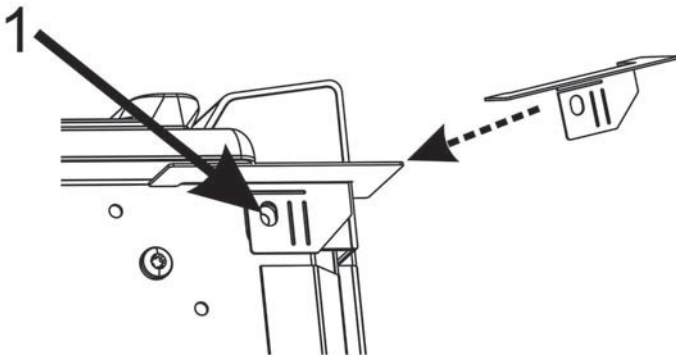

Figure 3 : Mise en place du cache-coin latéral droit
- Placez le cache-coin droit comme illustré (voir Figure 3 : Mise en place du cache-coin latéral droit). Alignez le trou arrondi du cache-coin avec le trou à l'emplacement 1.